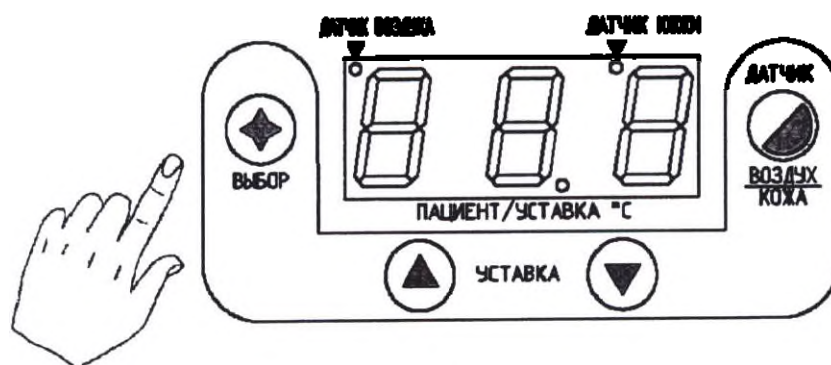

Рисунок 26
1.5.6 Для просмотра значения установки выбранного датчика необходимо нажать кнопку ВЫБОР управления температурой (рисунок 26). При этом на индикаторе отображается значение установки с частотой мерцания 1 Гц.